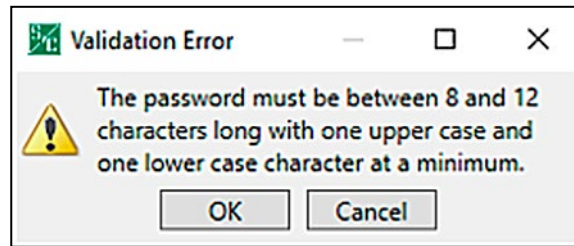

Figura 119. El cuadro de diálogo Validation Error.
**PASO 6.** Si la contraseña no fue validada con éxito, se abrirá el cuadro de diálogo Validation Error (Error de Validación). Ver Figura 119 en la página 224. Haga clic en el botón **OK** para intentar cambiar la contraseña otra vez. Vaya al Paso 3 en la página Step 3 on page 222.